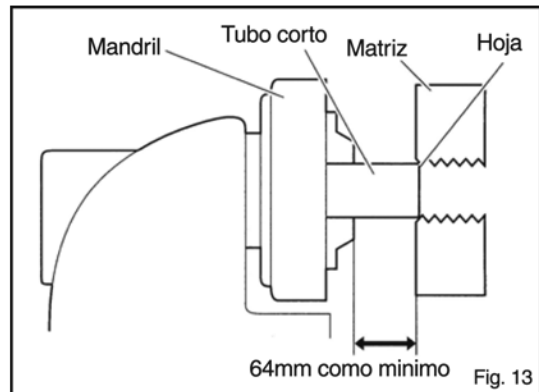

Fig. 13
- ① Abra el mandril hasta una posición más abierta que el diámetro del tubo, y luego inserte el tubo desde el mandril trasero. (Si el tubo es corto, insértele desde el mandril delantero).
- ② Cierre el mandril y luego, soportando el tubo con su mano derecha, cierre suavemente el mandril con su mano izquierda y alinee la punta contra el tubo. Luego sujete el tubo firmemente en su posición.
- ③ Para extraer el tubo, haga girar la manivela en sentido opuesto para aflojar el mandril. Luego afloje el mandril trasero y extraiga el tubo.
■ Colocación de tubos cortos para el roscado (Fig. 13)